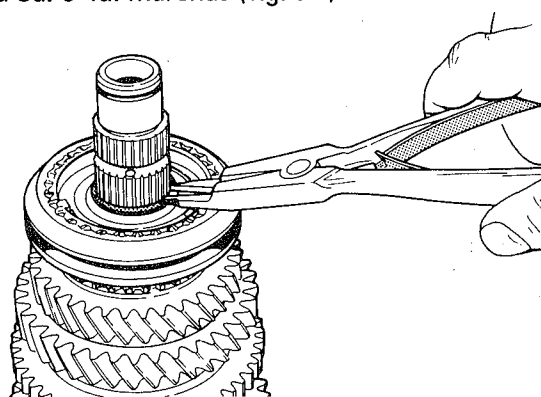

fig. 73
4. Remover o anel-trava do cubo sincronizador da 3a. e 4a. marchas (fig. 73)